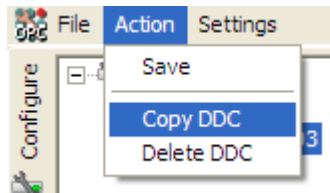

Bild 23 - Kopiera en DUC via Action-menyn.
- 2) Markera aktuell DUC i trädstrukturen och gå in i rullgardinsmenyn Action och välj alternativet "Copy DDC", se Bild 23 för förtydligande.